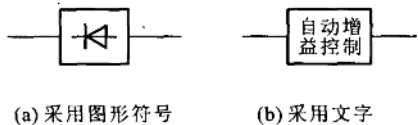

图 1-1 框图中方框符号内的注释
(1) 熟悉框图中的符号使用 框图主要采用方框符号或带有注释的围框来表示,每一个方框表示一种功能(不管具体电路)。框内的注释通常有两种方式:一种是采用图形符号;一种是采用文字叙述。如图 1-1 所示。